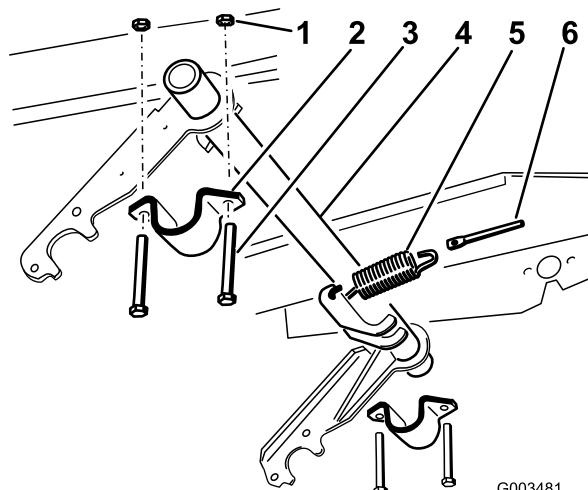

図 1
- ピボット・チューブのブラケットをフレームに固定しているボルト2本を外す(図1)。ピボット・チューブのブラケットからピボット・チューブを外す。